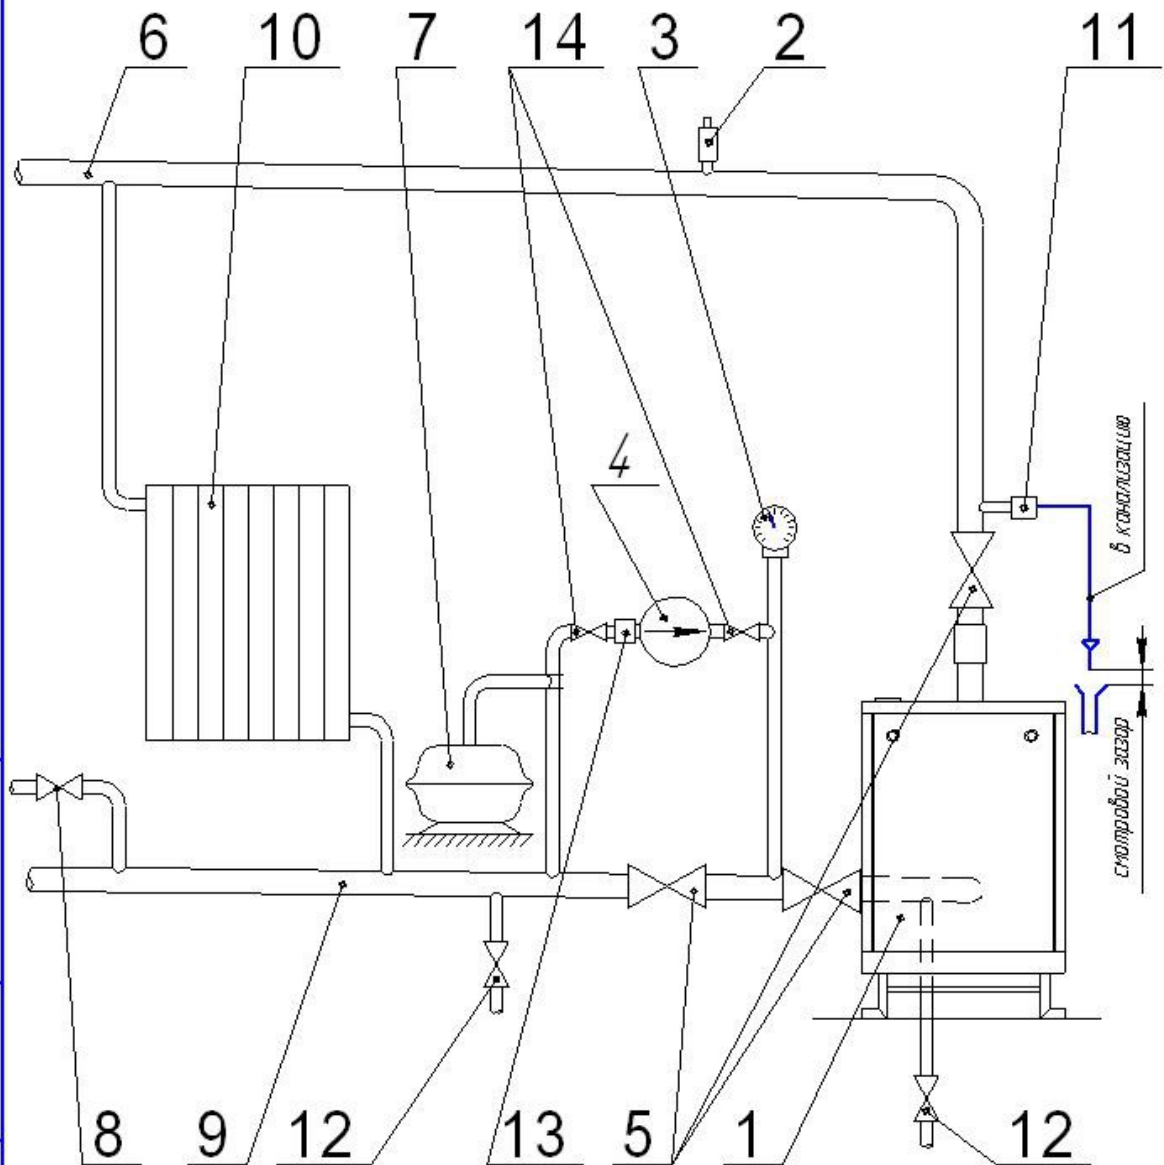

Рис. 4. Рекомендуемая схема разводки отопительной системы с принудительной циркуляцией воды.
**5.3 Рекомендуемая схема системы отопления приведена на рис.4.**